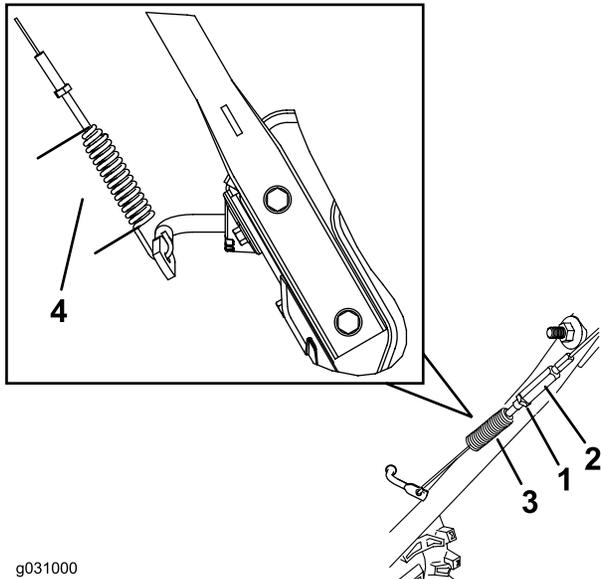

Рисунок 29
- Ослабьте натяжение или подтяните винтовую стяжку, чтобы отрегулировать длину пружины на 7 см, как показано на Рисунок 29.
- Затяните контргайку (Рисунок 29), убедившись в том, что имеется небольшое натяжение тросика.